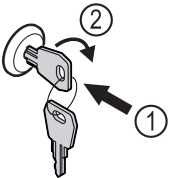

Fig. 46 Beispielhafte Darstellung
- ▶ Schlüssel hineindrücken Fig. 46 (1).
- ▶ Schlüssel um 90° im Uhrzeigersinn drehen Fig. 46 (2).